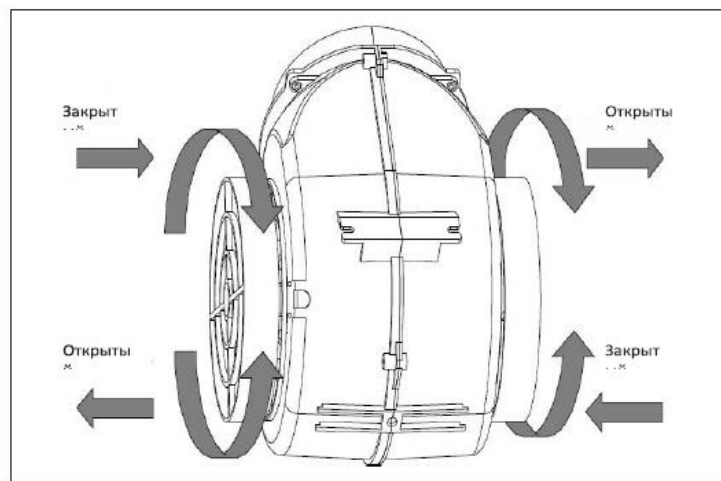

Рис.8
2. Угольные фильтры расположены с обеих сторон двигателя. Поворачивайте фильтры до тех пор, пока они не снимутся (см. Рисунок 8).